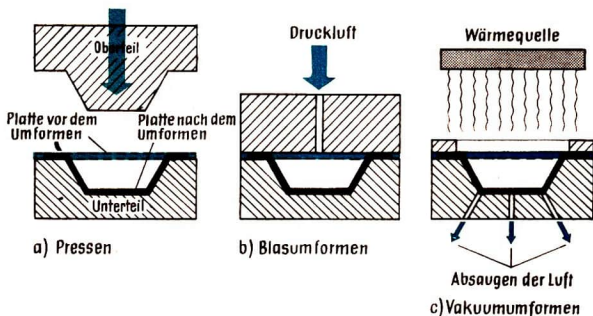

Bild 13 Umformungsarten
Spanlos umgeformt werden PVC-hart-Platten und -Folien durch Tiefziehen (Seite 101) oder Pressen, Biegen, Blasmusumformung (Überdruck) und Vakuumumformung (Unterdruck) (Bild 13).
10. Worin besteht der Unterschied zwischen den verschiedenen Umformungsarten, die in Bild 13 dargestellt sind?